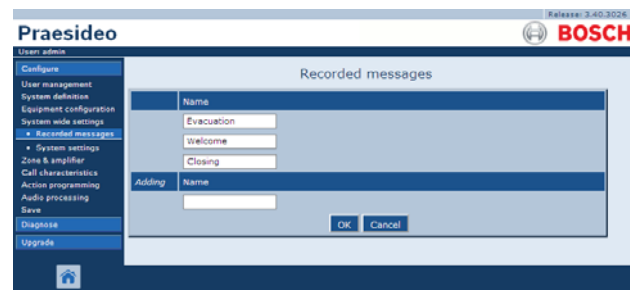

рисунок 45.3: Регистрация сообщения, шаг 2
- 2 Нажмите кнопку *Add* для добавления записанного сообщения. В основной части веб-интерфейса откроется экран, подобный экрану, приведенному на рисунок 45.3.